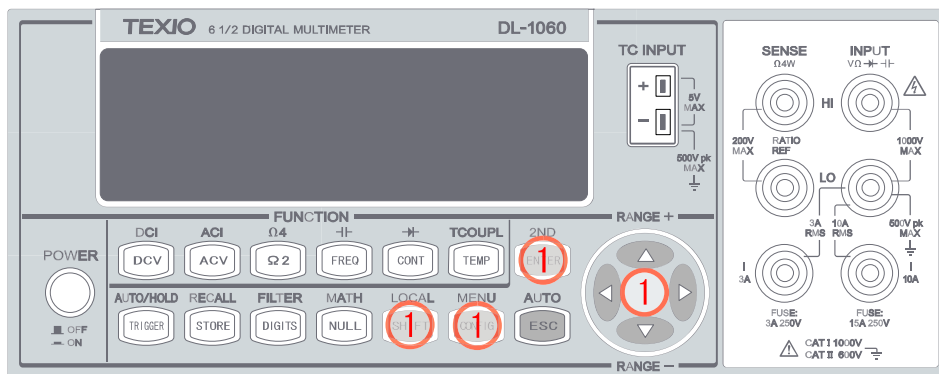

図 3-36
- ① <◀▶>、ENTER ボタン等を使い、MENU(SHIFT+CONFIG) > SYSTEM > INIT MODE > “SAVE DATA” / “DEFAULT SET”の順で操作し、現在の設定状態を保存するか初期設定から始めるかを選択します。使用するボタンを図 3-36 に示します。